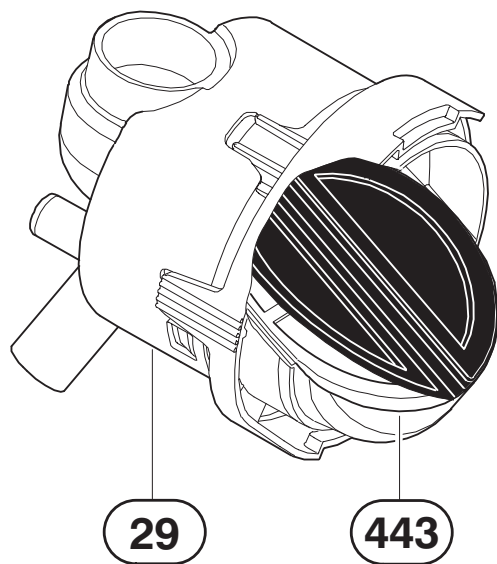

Fig. 87
- ▶ Smontare la membrana del miscelatore (29) come mostrato nella Fig. 87.
- ▶ Controllare l'eventuale presenza di impurità o di rotture sulla membrana (443).